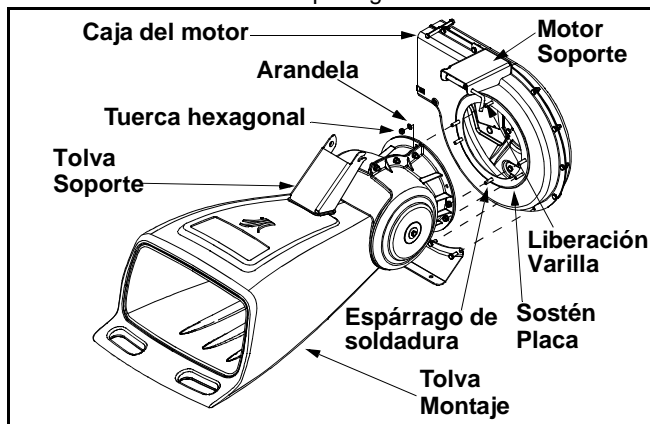

Figura 2
- Levante el montaje de la tolva hasta el montaje del soporte del motor y deslice la varilla de liberación apenas hacia fuera para enganchar el soporte de la tolva a la varilla. Ver Figura 2.